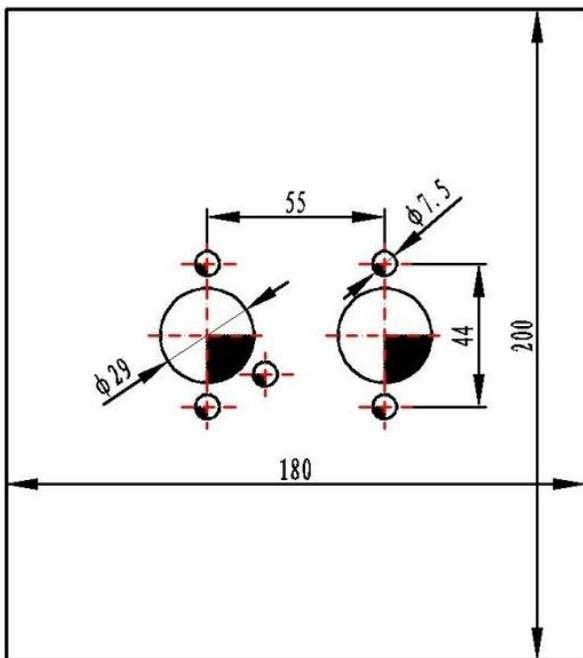

图 13
4.2.5 若安装面面板的厚度 < 1.5mm，必须额外安装一块固定板(图 13)。实际尺寸以实物为准。固定板与车体间也必须（用玻璃胶）密封好。